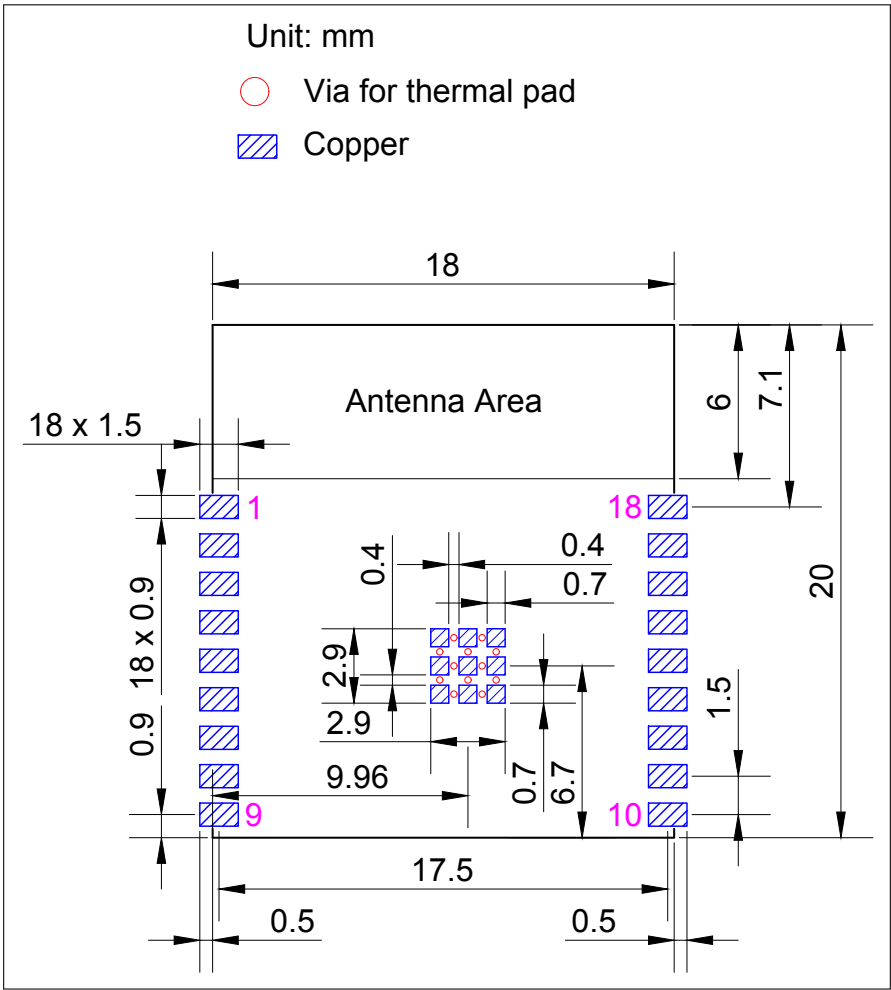
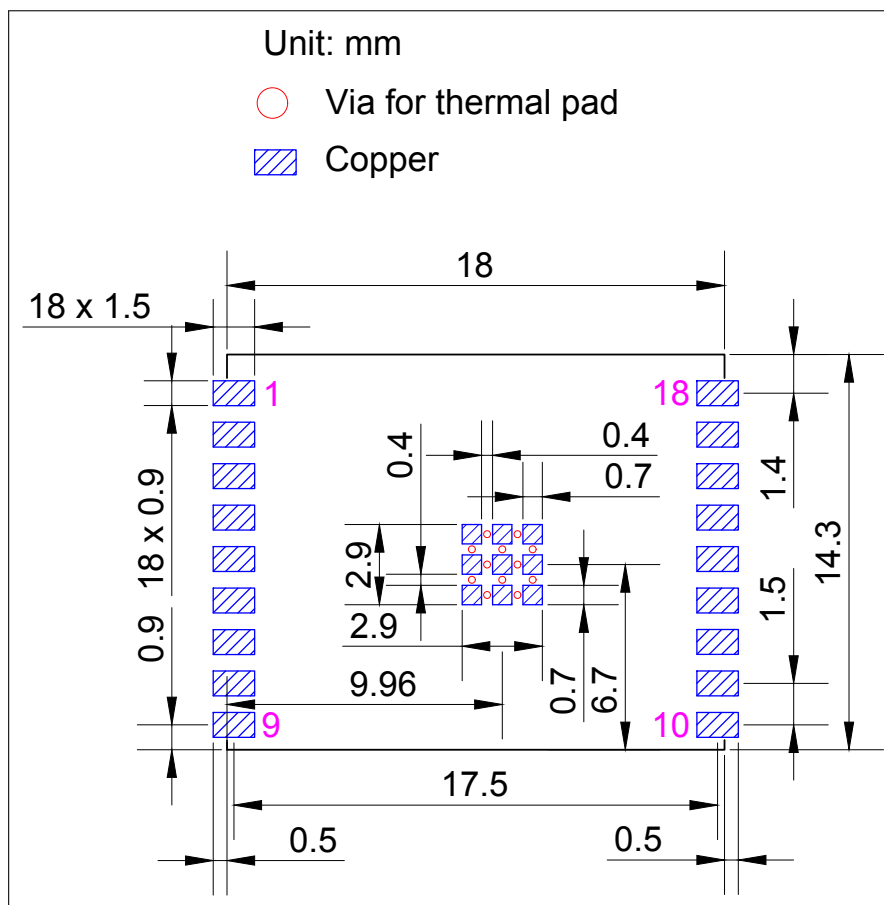

图 11-1. ESP32-C3-WROOM-02 推荐 PCB 封装图形
图 11-2. ESP32-C3-WROOM-02U 推荐 PCB 封装图形
- 推荐 PCB 封装图，标有 PCB 设计所需的全部尺寸。详见图 11-1 ESP32-C3-WROOM-02 推荐 PCB 封装图形 和图 11-2 ESP32-C3-WROOM-02U 推荐 PCB 封装图形。
- 推荐 PCB 封装图的源文件，用于测量图 11-1 和 11-2 中未标注的尺寸。您可用 Autodesk Viewer 查看 ESP32-C3-WROOM-02 和 ESP32-C3-WROOM-02U 的封装图源文件。